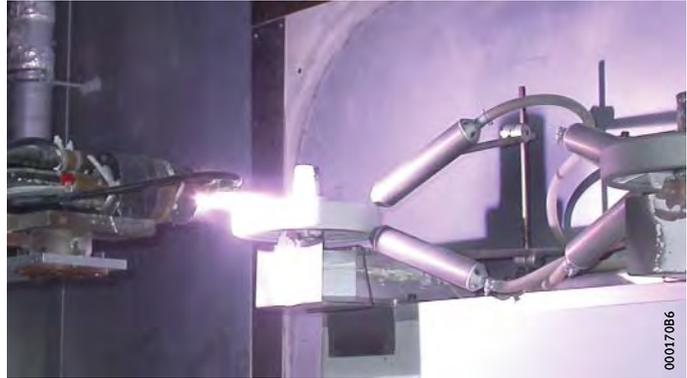

Рисунок 9
- Подшипники с покрытием из оксидной керамики имеют дополнительный знак в обозначении (J20). Такие покрытия наносятся на поверхности подшипника методом плазменного напыления, *рис. 9*, стр. 10. Слой оксидной керамики обладает очень высокой твердостью, износостойкостью и теплопроводностью.
При плазменном напылении между двумя электродами создается электрическая дуга, и происходит ионизация подаваемого инертного газа. Возникший при этом свободный плазменный поток является несущим для подводимого порошка оксида алюминия. Порошок плавится и с высокой скоростью напыляется на наружное или на внутреннее кольцо, *рис. 9*. Нанесенный таким способом оксидный слой превосходно держится на основном материале кольца, поверхности которого до этого следует придать шероховатость. Затем проводится герметизация оксидного слоя.